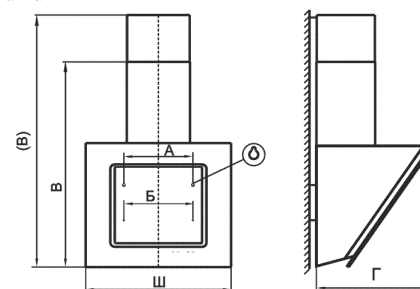

рис. 2
Навесьте вытяжку через отверстия типа «замочная скважина» (размер «А», рис. 2) и дополнительно закрепите ее двумя самонарезающими винтами 6x50 мм (размер «Б»).
- вверните два самонарезающих винта  $6 \times 50$  мм (размер А, рис. 2).